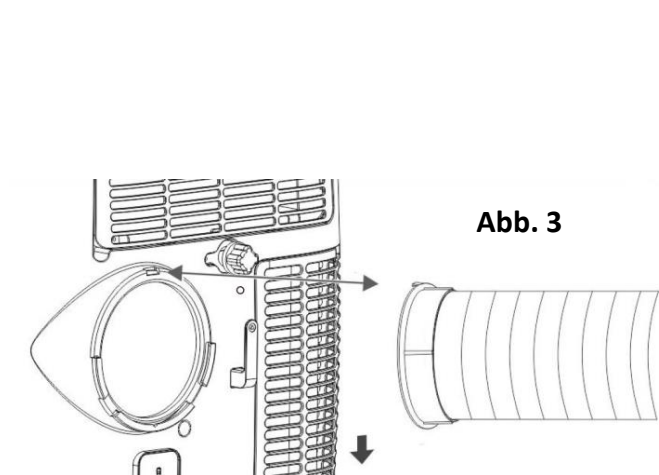

Abb. 3
- Haken und Schlauchanschluss (Klimageräteseite) in die Haltevorrichtung auf der Rückseite des Geräts einführen. **(Abb. 3)**